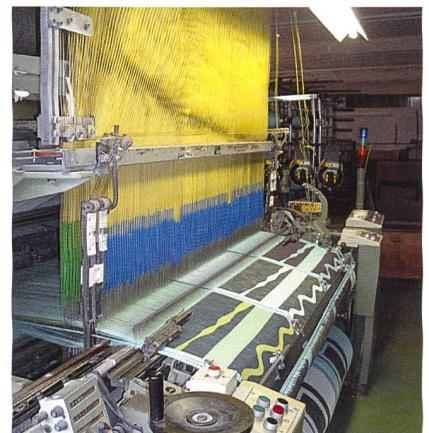

Abb. 5: Das «Injection»-Garn auf der Webmaschine
Für die Herstellung von Frottiergeweben wurden Polfäden der Feinheit 50 tex mit den in Tab. 1 angegebenen Daten gesponnen. Die im Adobe Photoshop erarbeiteten Designvorschläge wurden mit Hilfe der EAT-Software in Bindungsvorschriften für die Webmaschine umgesetzt. Die Frottiergewebeherstellung (Abb. 5) übernahm die Weberei Tannegg in Dussnang (CH).